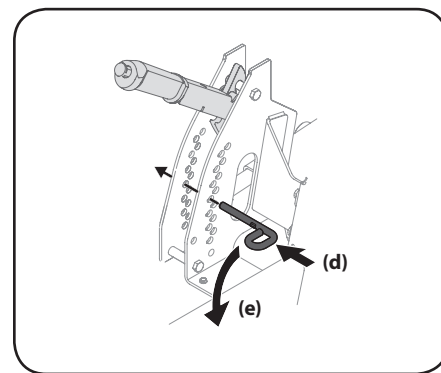

Figure 3-3
2. Insérez la goupille dans le trou correspondant à la hauteur de coupe désirée (d). Tournez la goupille pour la verrouiller (e). Voir Figure 3-3.